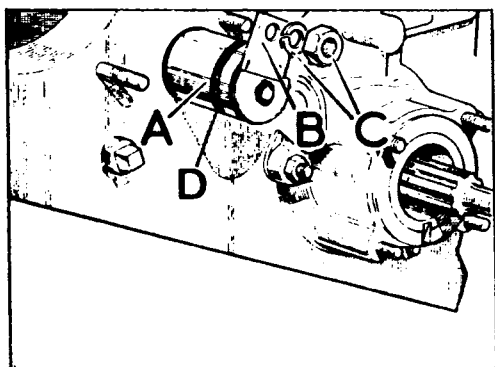

Fig. C1-31 Montaje del eje intermedio
- 2.5. Situar el conjunto engranaje intermedio, rodamientos y arandelas, centrándolo perfectamente con el orificio del eje y se introducirá dicho eje, A (Fig. C1-31) en unión del anillo-retén de aceite, D, con la sola presión de la mano, hasta llegar a la altura del anillo tórico, D. Continuar introduciendo el eje con maza de plástico hasta que llegue a su tope, y fijarlo en posición por medio de la placa, B, y la tuerca, C.